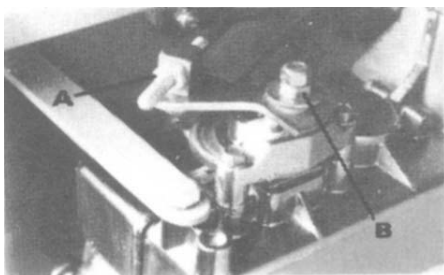

Fig. 17
1. Loosen lock nuts; (A) See Fig. 17
1. Loosen lock nut; (B) See Fig. 17.